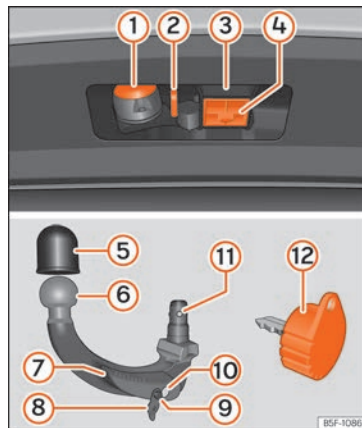

Abb. 263 Halterung der Anhängervorrichtung / Anhängerkupplung / Schlüssel
- Der obere Bereich der Aufnahme der Anhängerkupplung ist mit Schmierfett versehen » Abb. 263 (3). Wenn Sie die Vorrichtung verwenden, stellen Sie sicher, dass das Fett nicht entfernt wurde.
- Den Verschlussdeckel der Hakenaufnahme »» Abb. 263 (4) nach unten abnehmen.